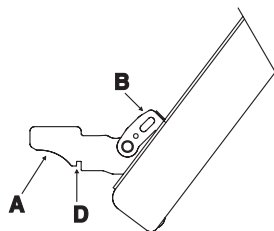

FIG. 2
- Open de deur en zet de twee hendeltjes "B" omhoog (afb.2);